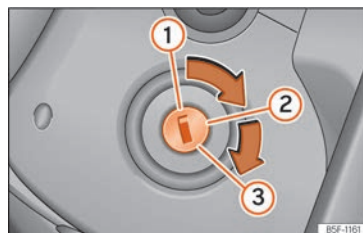

Fig. 137 Positions de la clé de contact.
Positions de la clé du véhicule » fig. 137
- ① Contact coupé. La clé peut être retirée.
- ② Contact mis. Le verrouillage de la direction peut être libéré.
- ③ Appuyez sur la pédale de frein si le voyant de contrôle  est allumé en vert. Connexion du système à propulsion. Après la connexion du système à propulsion, relâchez la clé. Lorsque vous la relâchez, la clé revient à la position **» fig. 137 ②**.